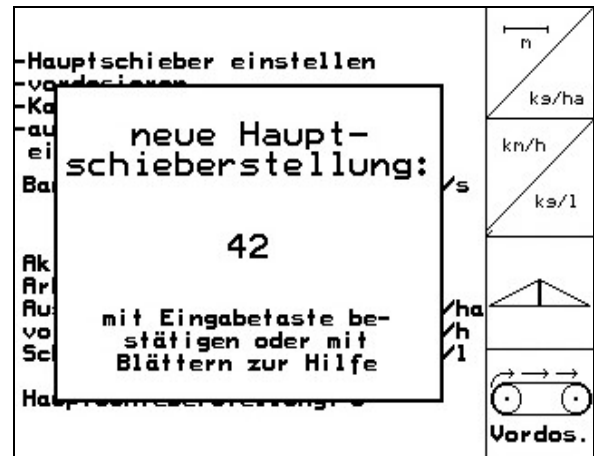

Fig. 22
- La nouvelle position de la trappe principale est calculée et affichée (Fig. 22).